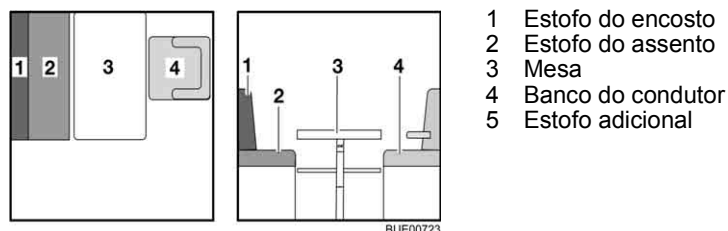

Fig. 120 Antes da transformação
- Gire o banco do condutor (Fig. 120,4) e empurre-o totalmente para diante.
- Transforme a mesa (Fig. 120,3) em base para cama (ver ponto 6.11).
- Ponha de lado o estofa do encosto (Fig. 120,1).